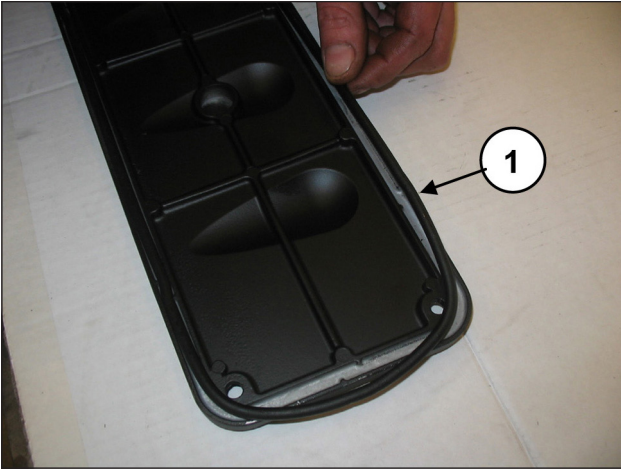

Fig. 185
Nas coberturas de inspeção, insira o anel circular (pos. ①, Fig. 185) e monte as coberturas mediante o uso de 4+4 parafusos M6x14 (pos. ①, Fig. 186).